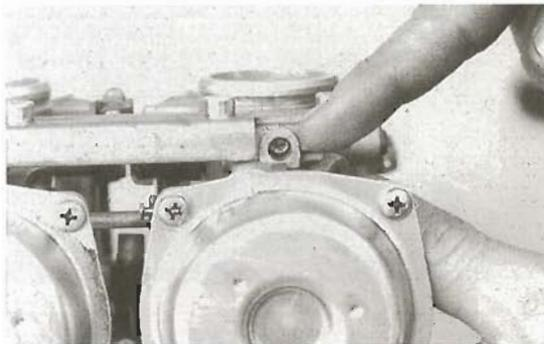

Bild 67
- Leerlaufgemisch-Einstellschraube (Bild 67) ausdrehen.
- Grundeinstellung der Leerlaufgemisch-Einstellschraube (Bild 67): Schraube bis zum lockeren Aufsitzen eindrehen (nicht gegen Sitz anziehen! Schraube wird beschädigt!) und drei Umdrehungen herausdrehen.